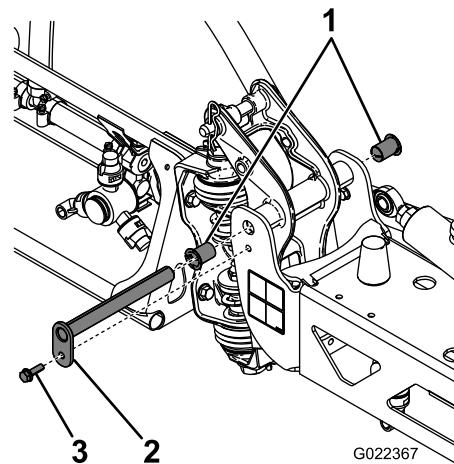

Figure 57
3. Lorsque le poids de la rampe est supporté, retirez le boulon et l'écrou de fixation de l'axe de pivotement à l'ensemble rampe (Figure 57).
6. Déposez et examinez les bagues en nylon à l'avant et à l'arrière du support de pivot (Figure 57).
8. Montez l'ensemble rampe et support de pivot dans le bâti central en alignant les ouvertures (Figure 57).